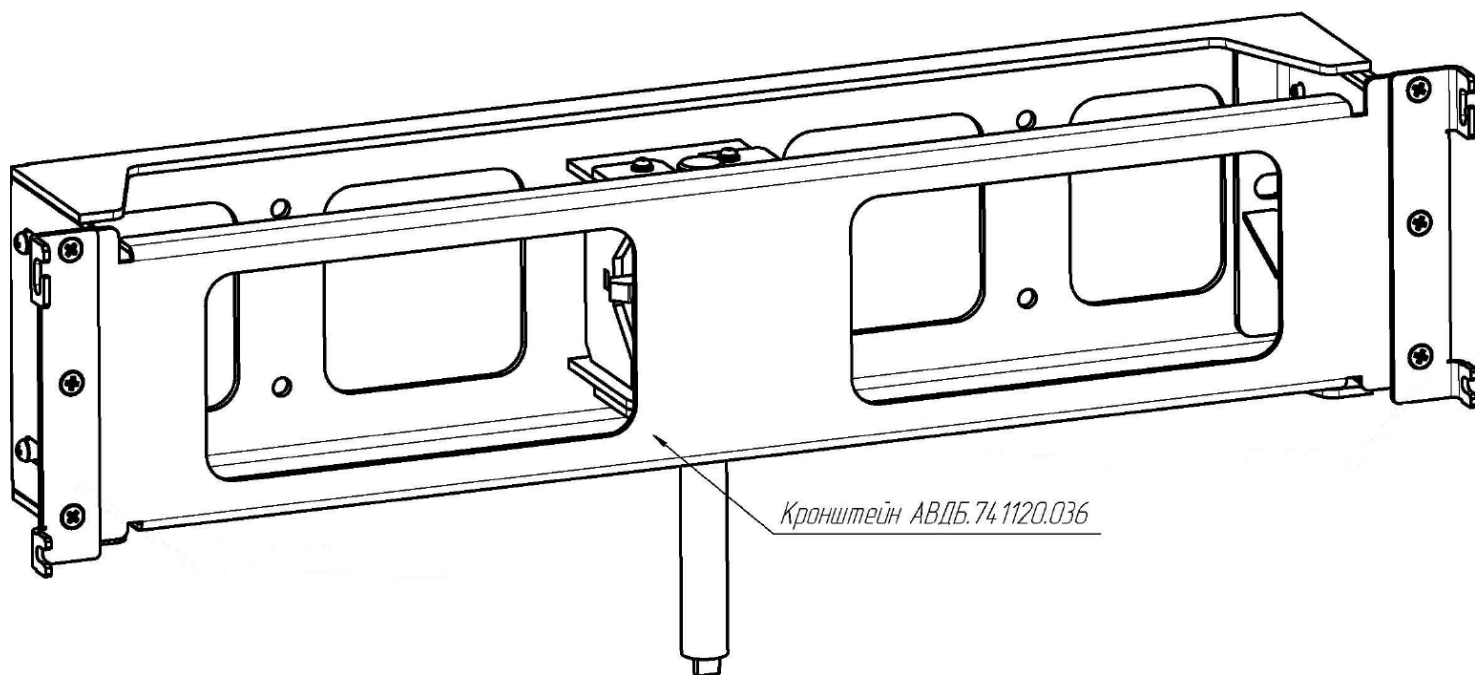

Рис.6 Внешний вид кронштейна с держателями (вагон мод. 61-4458).
4.4.3 «Кронштейн информационной панели» АДБ.741120.036 [см. рис.6] предварительно устанавливается на вертикальную поверхность. Затем на кронштейн устанавливается панель см. п.п. 4.5.4